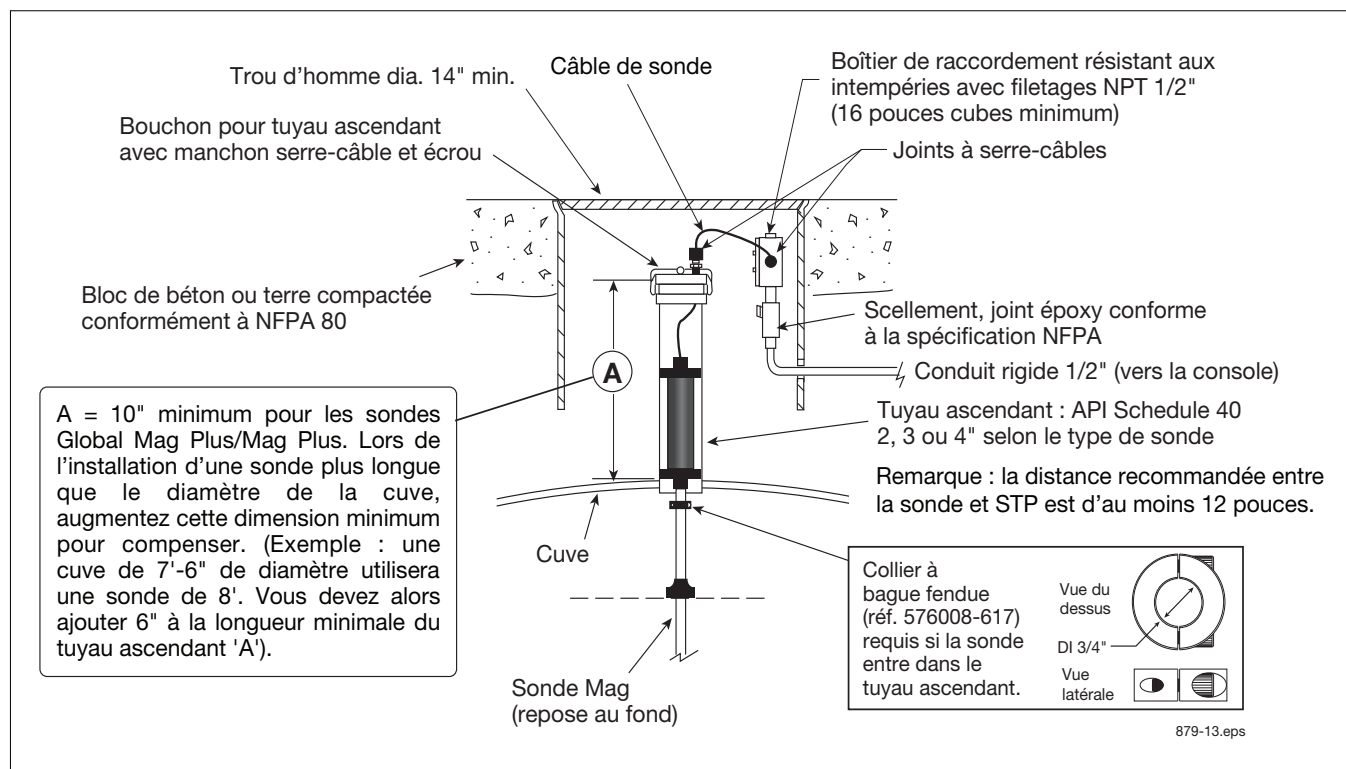
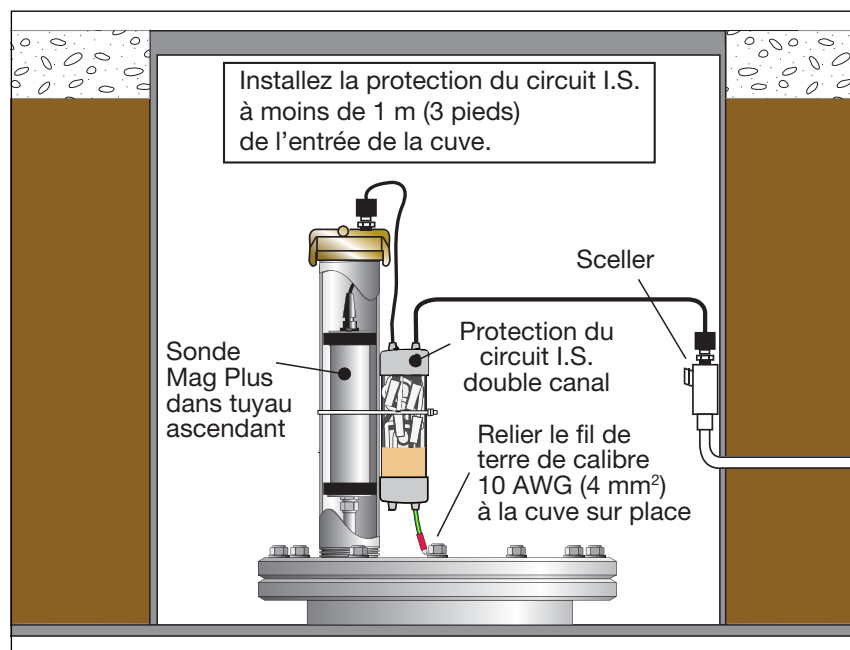
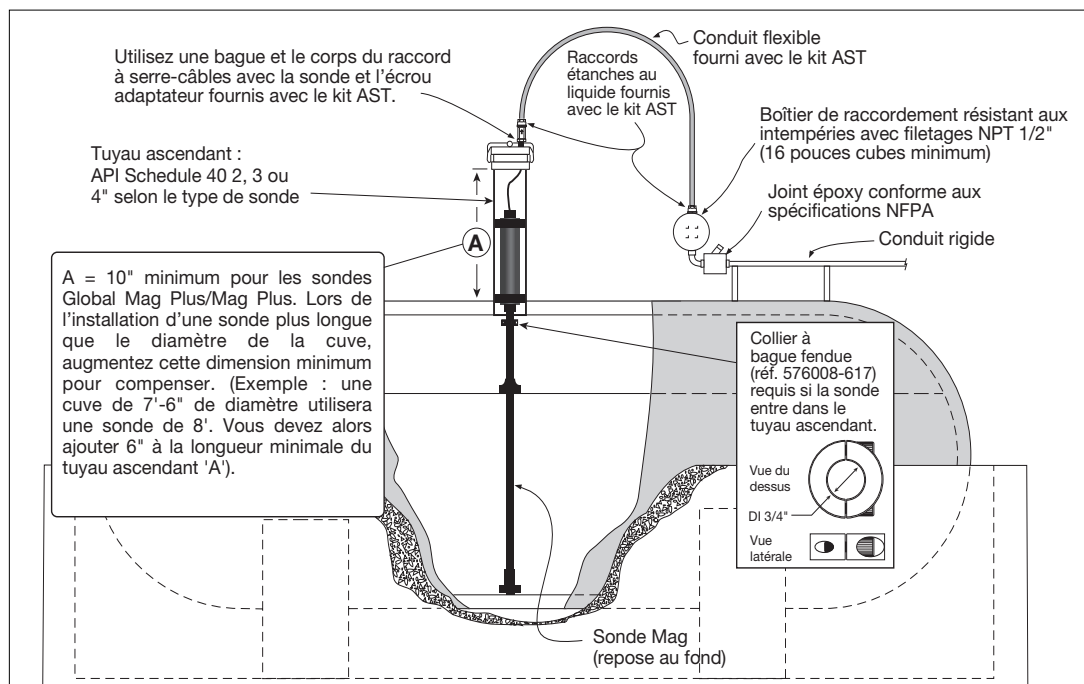

Figure 12. Installation de sonde Mag Plus UST - Tuyau ascendant dédié
Figure 13. Installation de sonde Mag Plus UST avec protection du circuit I.S. en option
Figure 14. Installation de sonde Mag Plus AST - Tuyau ascendant dédié
4. Faites glisser délicatement le ou les flotteurs en bas de l'axe de la sonde avant de faire monter la sonde. Abaissez délicatement la sonde dans le tuyau ascendant jusqu'à ce que l'embout repose au fond de la cuve [Voir la Figure 12 pour un exemple d'installation UST, Figure 13 pour un exemple d'installation UST avec protection du circuit I.S. ou Figure 14 pour un exemple d'installation AST].